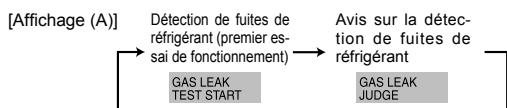

Fig. 8-2
- (2) Appuyer sur la touche **CLOCK** (▼) et sélectionner [GAS LEAK TEST START] ([LANCER TEST DE FUITE DE GAZ]). (Fig. 8-2)